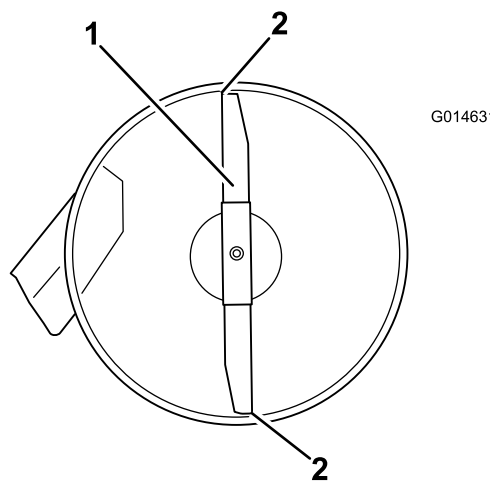

Figura 53
5. Mida entre la punta de la cuchilla delantera y la superficie plana y entre la punta de la cuchilla trasera y la superficie plana (Figura 53). Si la punta de la cuchilla delantera no está de 1,6 a 7,9 mm más baja que la punta de la cuchilla trasera, ajuste la contratuerca delantera.
4. Gire cuidadosamente las cuchillas colocándolas en el sentido de avance de la máquina (Figura 53).
8. Compruebe la inclinación longitudinal de nuevo después del ajuste. Siga ajustando la tuerca hasta que la punta de la cuchilla delantera esté de 1,6 a 7,9 mm más baja que la punta de la cuchilla trasera (Figura 53).